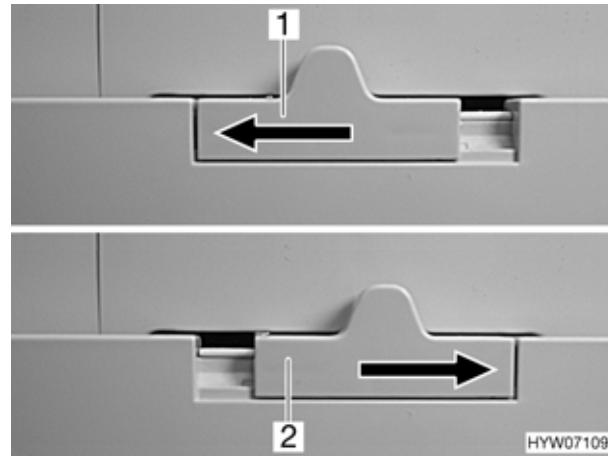

Bild 127 Verriegelung der Kühlschranktür
- Verriegelung (Bild 127,1) nach links schieben.
- Verriegelung ganz nach rechts (Bild 127,2) schieben.